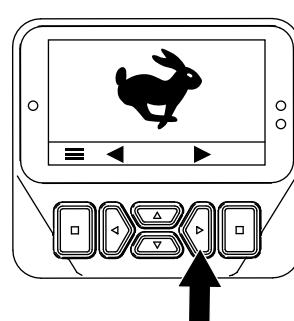
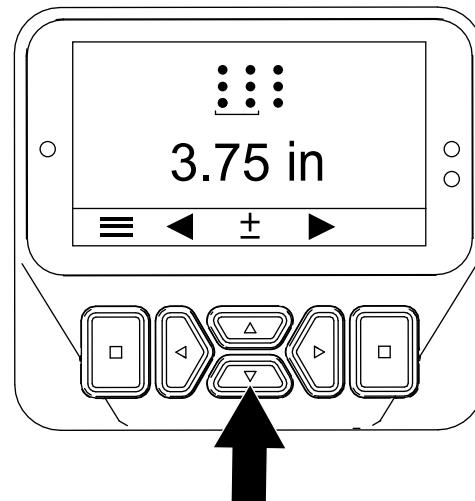

図 53
図 54
- [穴間隔の設定] 画面が表示されるまで、右ボタンを押す(図 53と図 54)。
- 穴あけ間隔図 54を以下の手順で調整する